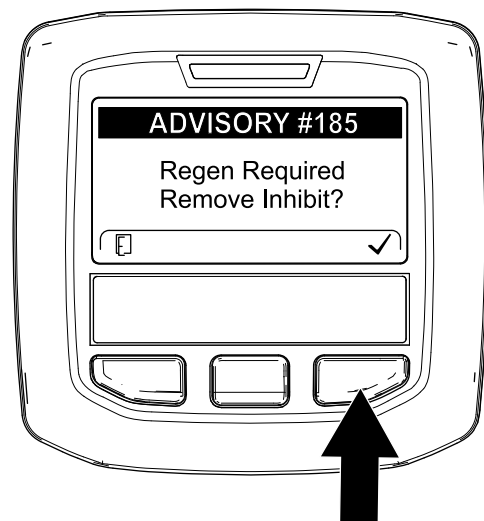

Bild 67
**Hinweis:** Wenn INHIBIT REGEN. auf ON eingestellt ist, wird im InfoCenter ADVISORY #185 angezeigt (Bild 67). Drücken Sie die Taste 3, um die Einstellung für das Verhindern der Regenerierung auf OFF einzustellen und die Zurücksetzen-Regenerierung fortzusetzen.